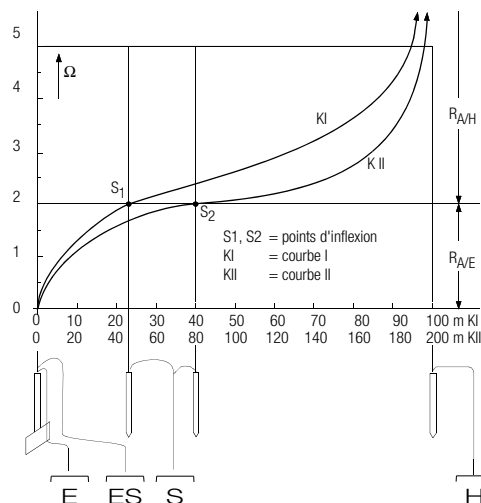

Figure 6 Mesure de la résistance de terre d'une installation de mise à la terre de grandes dimensions
Dans ce cas, procédez comme indiqué sur la figure 6, page 21.
- Enregistrer les valeurs de résistance mesurées sous forme de tableau, puis de graphique, comme indiqué sur la figure 6, page 21 (courbe I).
Si l'on obtient une courbe de résistance sans zone horizontale nette, il faut contrôler la mesure en déplaçant la prise de terre auxiliaire. Cette nouvelle courbe de résistance doit être reportée dans le premier diagramme en modifiant l'échelle en abscisse de manière à faire coïncider les deux emplacements de la prise de terre auxiliaire. On peut alors contrôler au point d'inflexion S2 la résistance de diffusion initialement déterminée (voir figure 6, page 21).